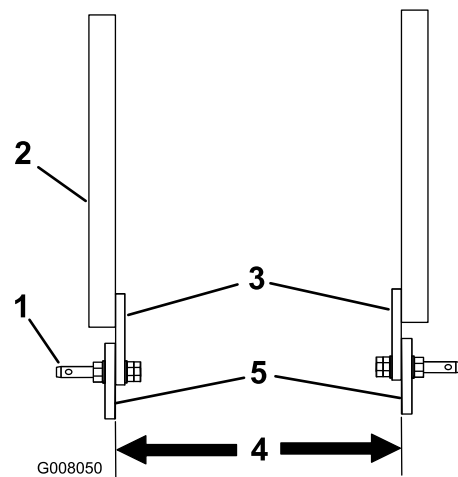

Figura 2
- Si la distancia entre las pestañas de montaje inferiores del aireador es de entre 52,7 y 57,5 cm (aireadores ProCore 660 y 880), coloque los pasadores de enganche en los brazos de apoyo con las pestañas de montaje por dentro, según se muestra en Figura 2.